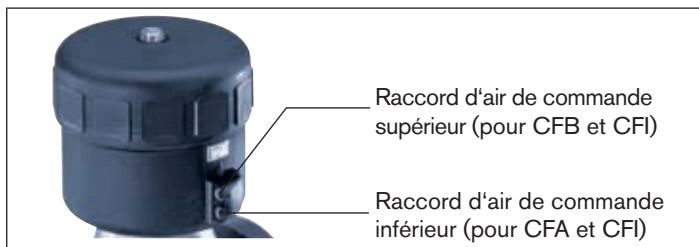

Fig. 20 : Raccord d'air de commande
- Appliquez de l'air comprimé (valeur indiquée sur la plaque signalétique) sur le raccord d'air de commande inférieur (voir « Fig. 20 »). Cela est nécessaire pour que la membrane se détache du corps sans être endommagée.
* voir « Fig. 20 »